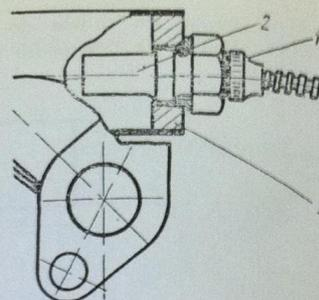

Fig. 152
4. Replier le capot moteur et dévisser l'écrou de raccord (fig. 152/1) serrant l'embout du capillaire (fig. 152/2) du téléthermomètre contre le couvercle
dans la conduite d'eau (fig. 152/3). Tirer le capillaire dégagé du téléthermomètre d'eau de dessous du support de batterie (en cas des tracteurs Zetor 2511 et 3511) et de dessous du réservoir de